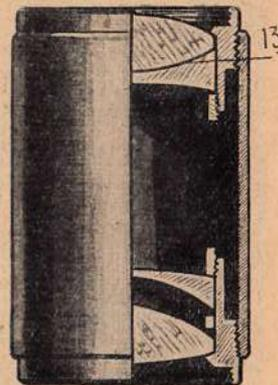

Рис. 5. Объектив (в разрезе)
**ОБЪЕКТИВ** Задача объектива — проектировать на экране картину в увеличенном виде. Объектив состоит из 4 стекол (рис. 5), из которых 2 стекла склеены в одно целое (13), так что, например, при разборке объек-